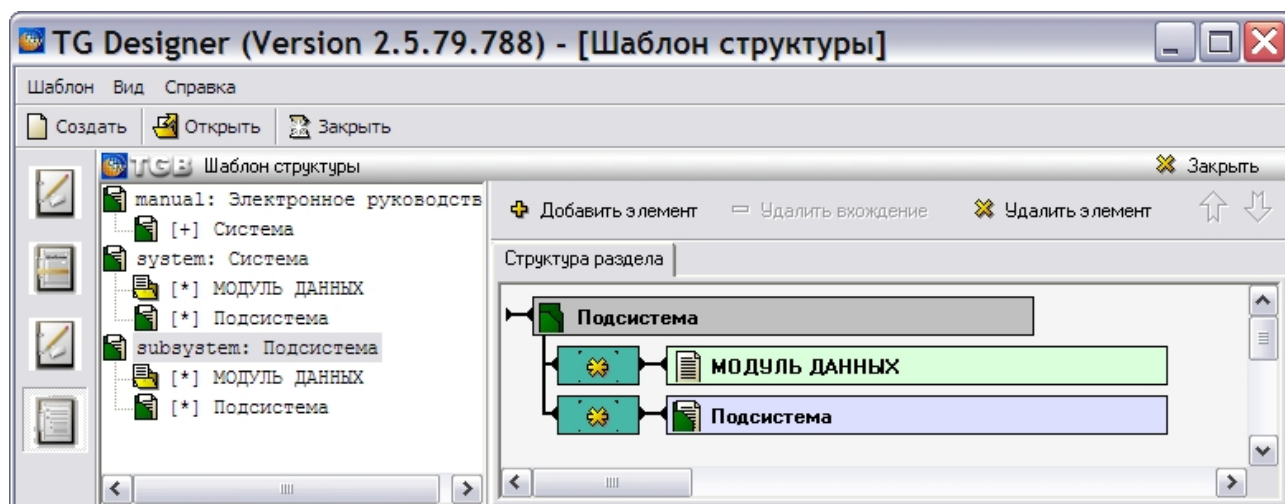

Рис. 4.18
В окне **Свойства элемента** нажмите на кнопку **Применить**. После этого произойдет возврат в окно редактора **Шаблон структуры**. К элементу **Подсистема** добавлены элементы **Модуль данных** и **Подсистема** в качестве заданного элемента (Рис. 4.18).
1. В левом окне выделите элемент **Подсистема** (Рис. 4.18).